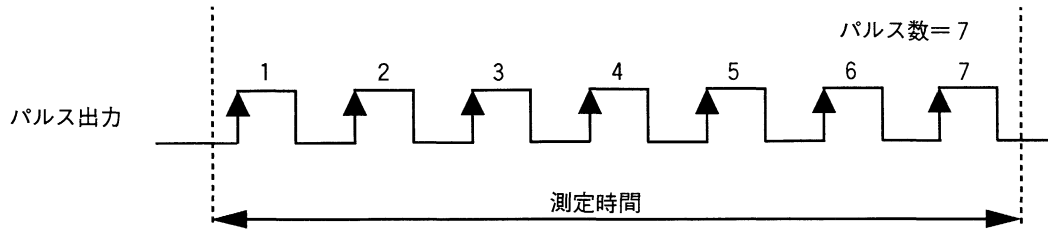

図1 パルス出力タイミング
<p>(1) 図1に示すように、デューティ50%のパルスを任意の数出力します。</p> <p>(2) 20MHz動作時、パルスの周期は1.2μsから102μsまで0.4μs毎に設定が可能、また出力するパルス数は、1~256の間、任意に設定できます。</p>